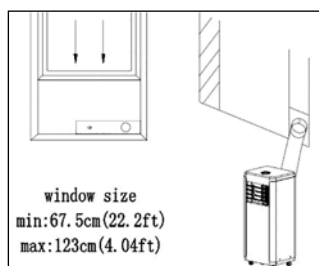

Fig. 4
- 4 Fije el extremo de salida del tubo en el kit adaptador para ventanas y séllelo (Fig. 4 & 5).